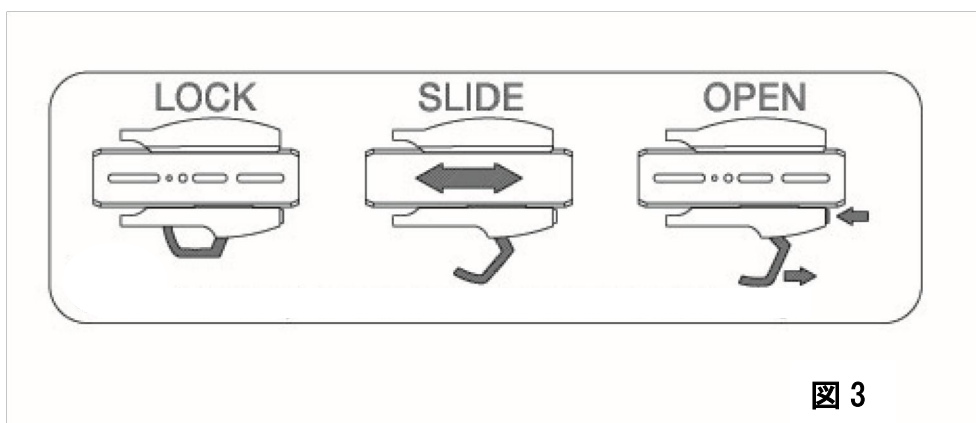

図 3
- ⇒ 図3 “OPEN” のように、セーフティ・プッシュボタンを親指で押さえながら、サイドロードレバーを完全に開いてください。
注意：カメラプレートが正しく取り付けられていないと、サイドロードレバーは完全に閉まりません。その場合、赤色のセーフティボタンを押してロックを解除し、サイドロードレバーを開いて（図 3 “OPEN”）、カメラ（プレート）を取り付け直してください。
- ⇒ カメラの前後一方が重い場合は、まずサイドロードレバーを開いてください（図 3 “SLIDE”）。カメラは片方の手で押さえたまま、搭載機材の後ろ側が重い場合は、カメラプレートを前方に、前側が重い場合は、カメラプレートを後方にスライドさせて調整し、カメラの重心位置を合わせてください。このとき、カメラは水平の位置を保つようにします。